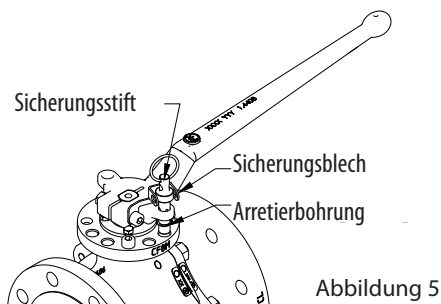

Abbildung 5
6. Den Haltering in der Nut an der Unterseite des Sicherungsstiftes anbringen (Abbildung 5). Dadurch wird gewährleistet, dass der Sicherungsstift am Hebel befestigt ist.